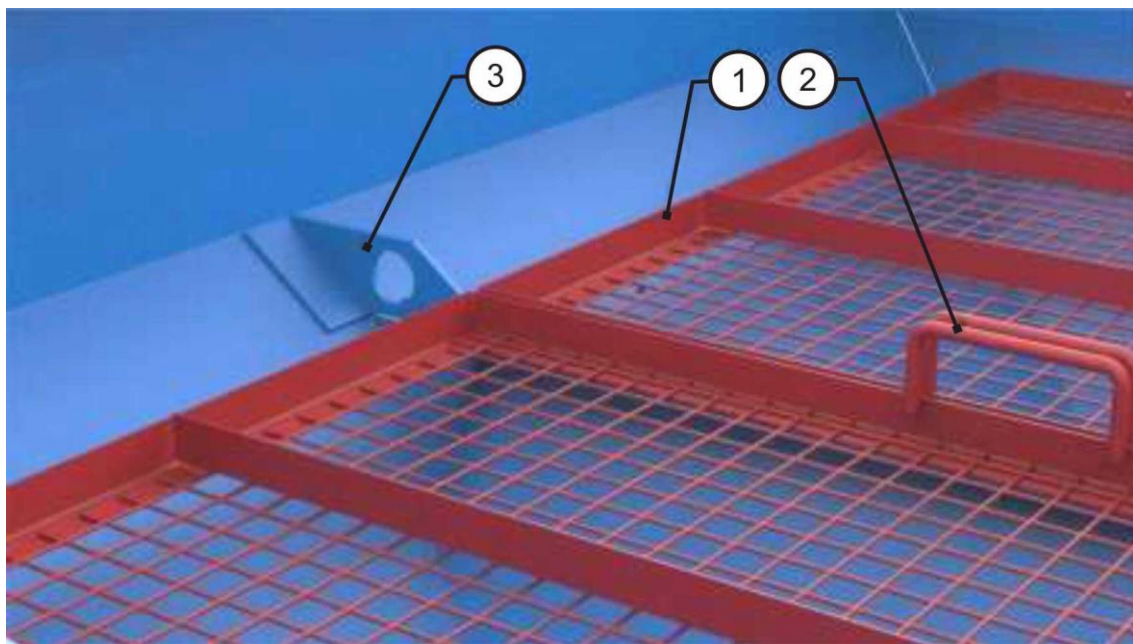

Рис. 9 Захисна решітка в бункері
2.4.7. Захисні решета (Рис. 9 поз.1) служать для захисту від непередбаченого дотику до обертових шнеко подібних зворушувачів, а також при заповненні бункера – в якості захисту від сторонніх предметів та грудок добрива.